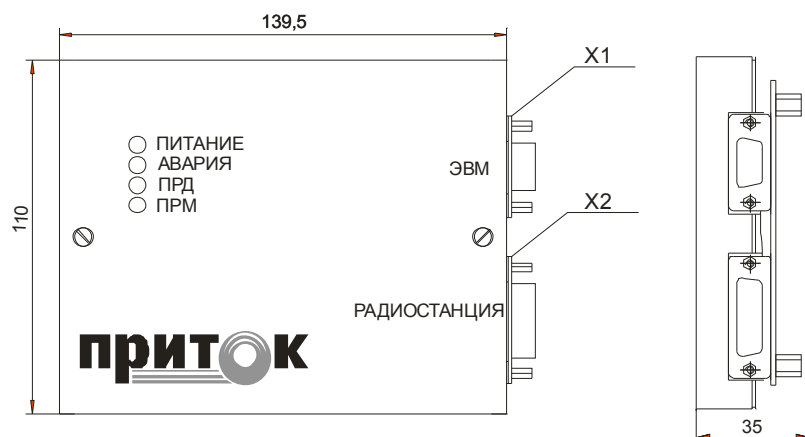

Рисунок 1. Внешний вид радиомодема (вид сверху и сбоку).
2.4 Радиомодем конструктивно выполнен в виде блока со встроенными индикаторами «Питание», «Авария», «ПРД», «ПРМ». (см. рис. 1). На корпусе имеются 2 разъема: